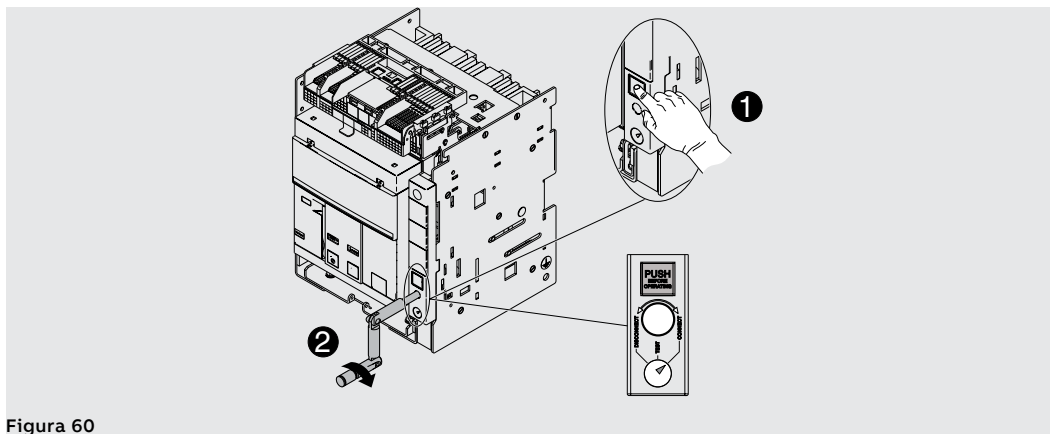

Figura 60
7. Presionar el pulsador de bloqueo y después girar la manivela en sentido horario hasta que el pulsador salga y el indicador señale que el interruptor está en posición **CONNECT**. Véase Figura 60.